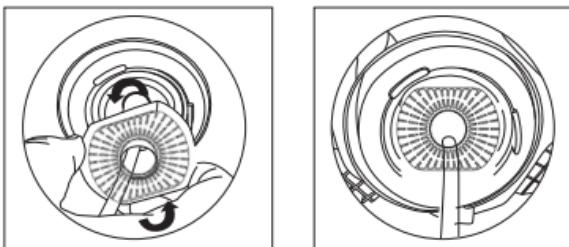

Figura-6
- 5.7 Ajuste o dissipador de calor para a posição correcta até não ser possível rodar mais, conforme indicado na figura 6. Certifique-se de que o canal de entrada de ar para o dissipador de calor não está bloqueado.